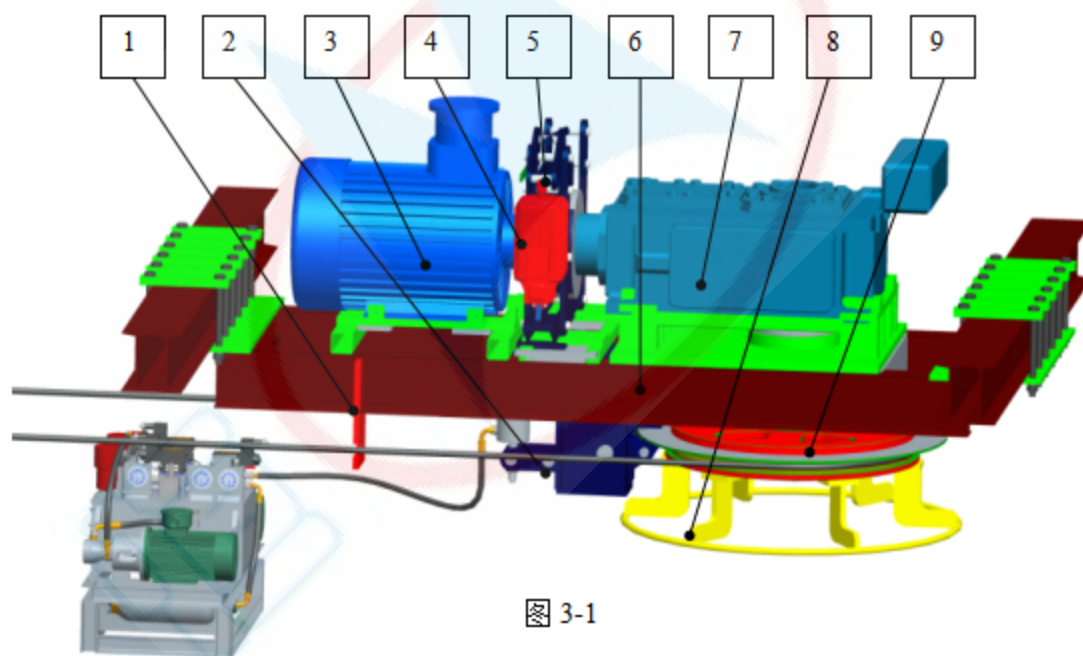
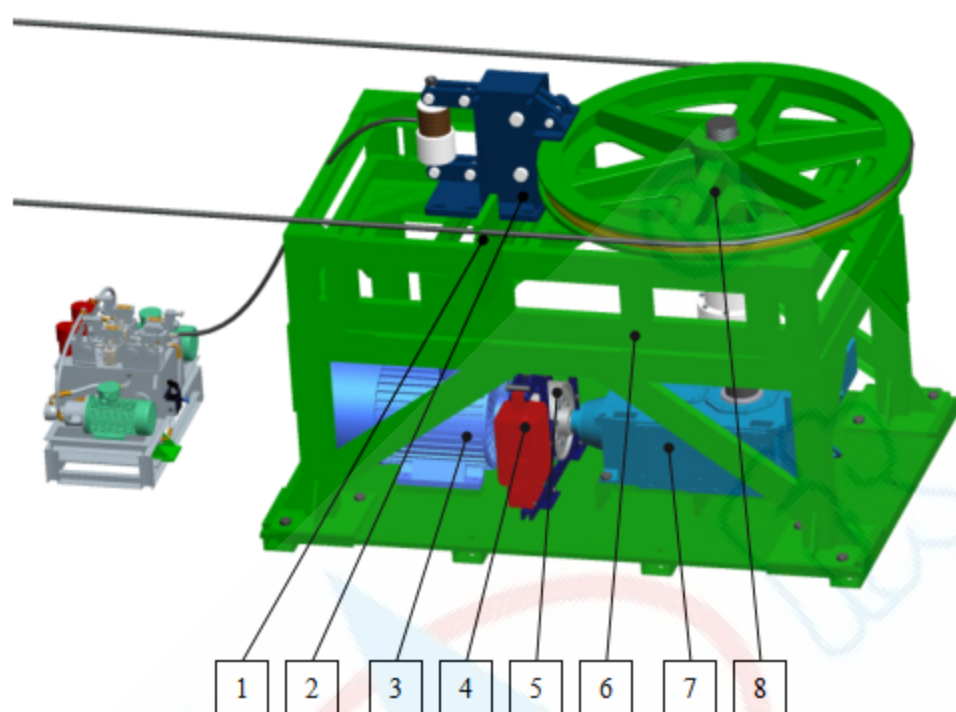
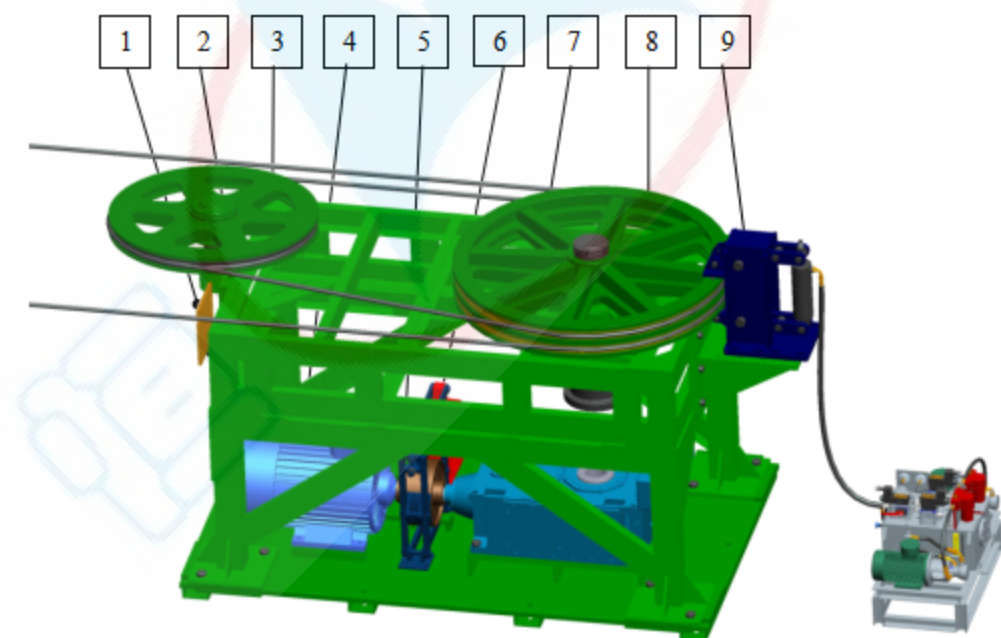

图 3-1
图 3-2
图 3-3
1.1 驱动装置通常采用两种安装方式，第一种为架空式安装方式，锥齿轮-斜齿轮减速机（见图 3-1）；第二种为落地安装方式，图 3-2 为单轮落地式安装，图 3-3 为双轮落地式安装即落地双驱动方式。但通常情况下，采取架空式安装，既简单又节约空间。单轮驱动装置主要由入绳口安全防护装置 1、安全（低速端轮边）制动器 2、电动机 3、工作（高速端）制动器 4、联轴器 5、机架 6、减速机 7、驱动轮 8 等组成。双轮驱动方式主要由入绳口安全防护装置 1、副轮 2、双驱动机架 3、电动机 4、工作（高速端）制动器 5、联轴器 6、减速机 7、主驱动轮 8、安全（低速端轮边）制动器 9 等组成。